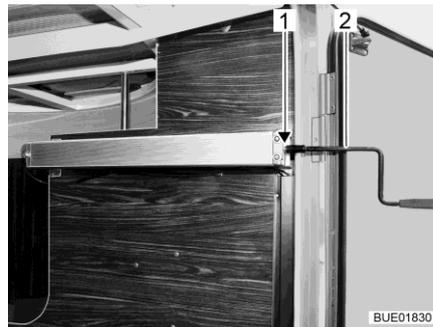

Fig. 131 Manivelle dans le garage arrière
- Enfoncer la manivelle (Fig. 131,2) sur le tenon (Fig. 131,1).